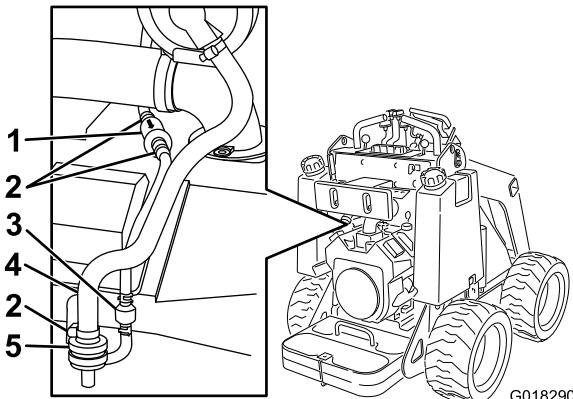

Figure 22
- Desserrez le collier au-dessus du filtre à air à charbon actif (Figure 22).
- Déposez le filtre à air et mettez-le au rebut (Figure 22).
- Posez un filtre neuf dans le flexible et fixez-le en place avec le collier (Figure 22).
- Éloignez du filtre les colliers de flexible à ressort de chaque côté du filtre à charbon actif de tuyau de purge (Figure 22).
- Déposez le filtre à charbon actif et mettez-le au rebut (Figure 22).
- Posez un filtre neuf dans le flexible en dirigeant la flèche située dessus vers le clapet antiretour et fixez-le avec les colliers (Figure 22).